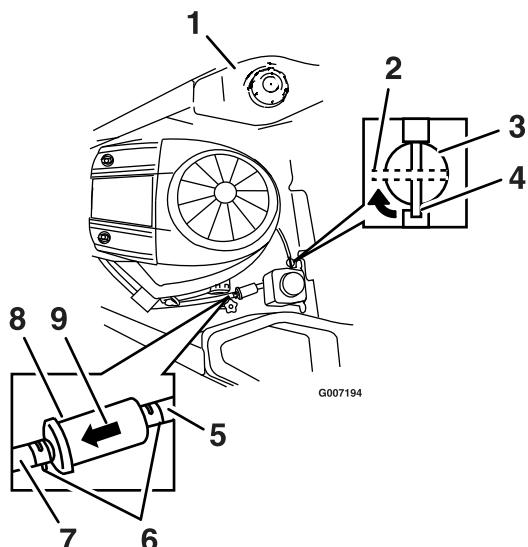

Figura 37
5. Premete le estremità delle fascette stringitubo ed allontanatele dal filtro (Figura 37).
7. Montate un nuovo filtro con la freccia della direzione del flusso proveniente dal serbatoio del carburante e rivolta verso il motore. Spostate le fascette stringitubo in prossimità del filtro (Figura 37) per bloccarlo.